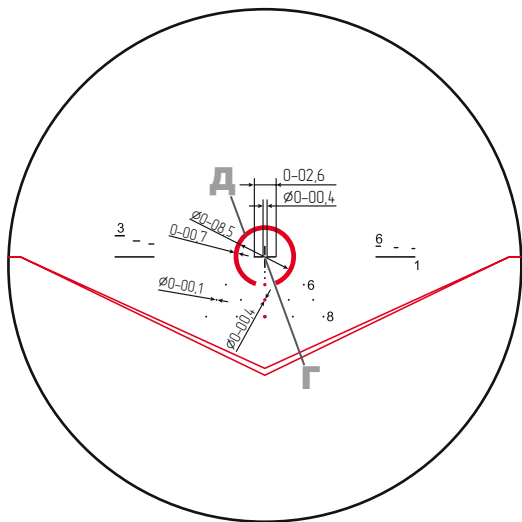

Рисунок 6
- вертикальную шкалу прицеливания, состоящую из ряда точек, соответствующих траектории полета пули для дальностей от 300 до 800 м. При пристрелке оружия на дальность 100 м пересечением «Г» (Рисунок 6) нижний край перекрестия соответствует точке попадания пули заданного калибра на дистанцию 300 м. Точки, расположенные ниже, соответствуют точкам попадания на дистанции от 400 до 800 м;